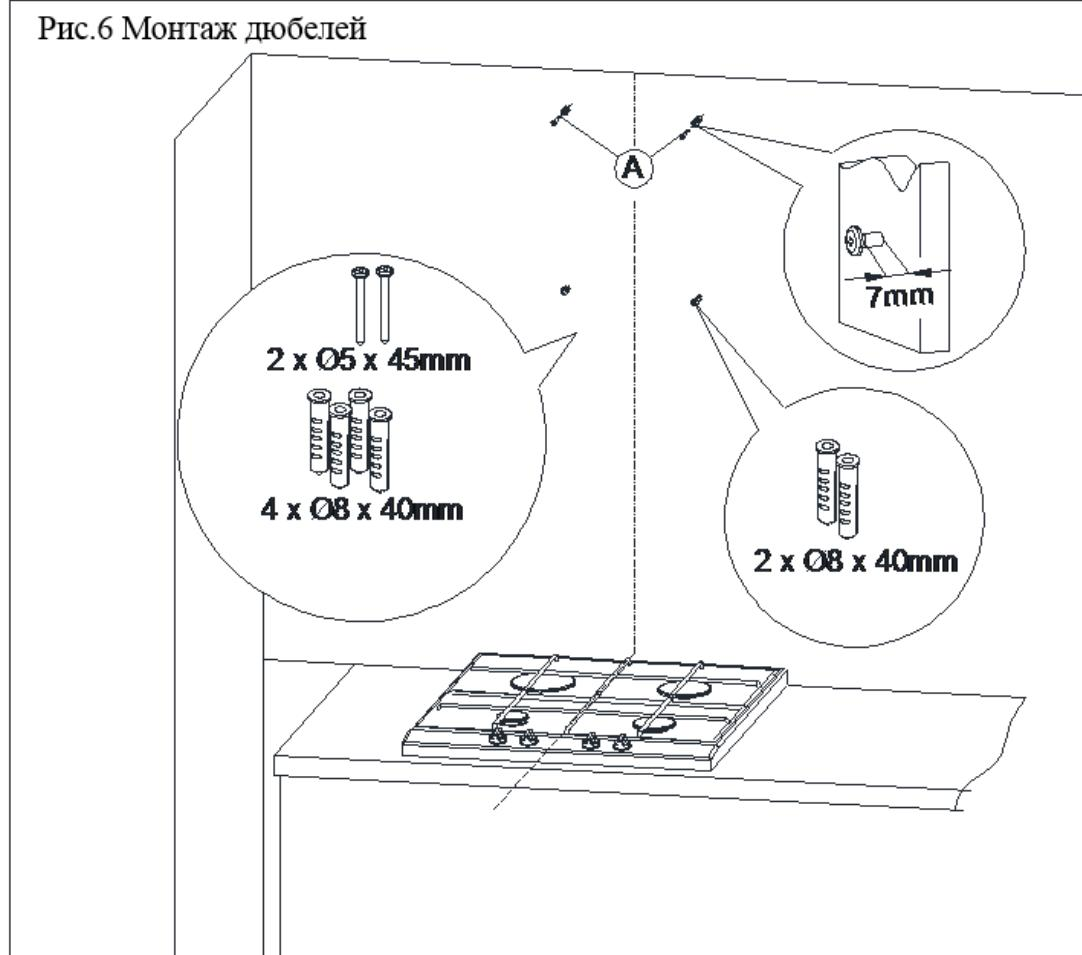

Рис.7 Демонтаж держателя крепления вытяжки
3. Снимите часть настенного крепления с вытяжки. Для этого откручиваем четыре винта M4x12, показанных на рис. 7.